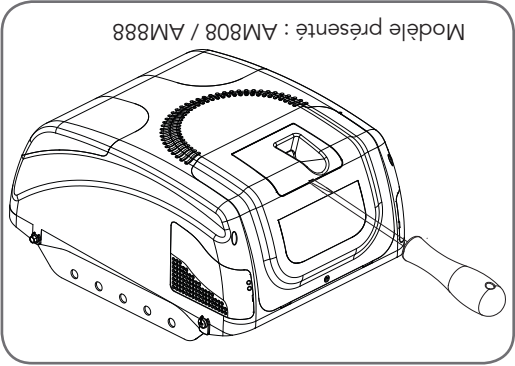

Fig. 6.4.1
- d. Retirez le bouton [ver - sentence incomplète?] (Fig. 6.4.1).
Retirez le capot de protection (Fig. 6.4.1) pour accéder au tableau de commande puis remettez-le en place lorsque vous avez terminé la programmation.